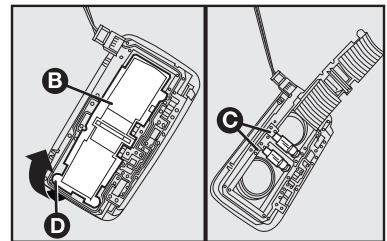

fig. 32
- Para conjunto de luz **A-fig. 31**, abrir a tampa no sentido indicado pela seta **fig. 32**. Se necessário, utilizar uma chave de fenda (não fornecida) para abri-la, atuando no ponto indicado **D-fig. 32**;
- Substituir a lâmpada **C-fig. 32** exercendo uma pressão com a própria lâmpada para o lado direito e puxar para cima;
- Fechar a portinhola **B-fig. 32**.